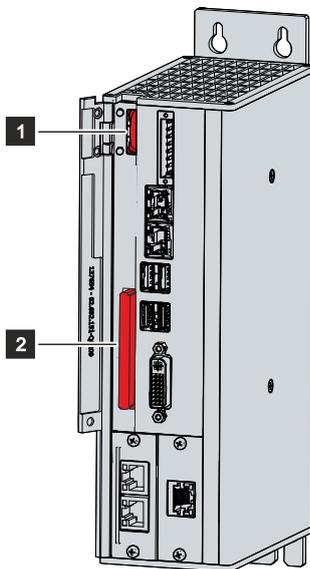

Abb. 19: Batterie und Speichermedien
Sie haben nun Zugriff auf Batterie (1) und Speichermedien (2) (siehe Abb. 19).